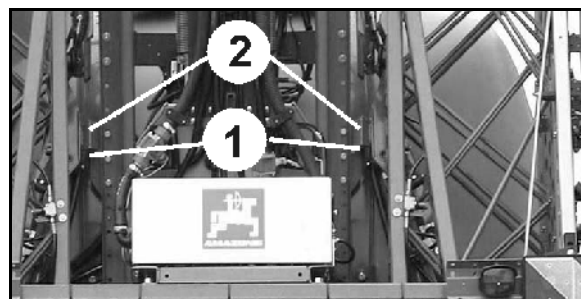

Fig. 66
2. Senk sprøyteutliggerne med høydejusteringen til holderne (Fig. 66/1) griper tak i lommene (Fig. 66/2).
Fig. 66 viser de låste sprøyteutliggerne.
Juster sprøyteutliggerne med hellingsjusteringen til holderne (Fig. 66/1) ikke griper tak i lommene (Fig. 66/2).